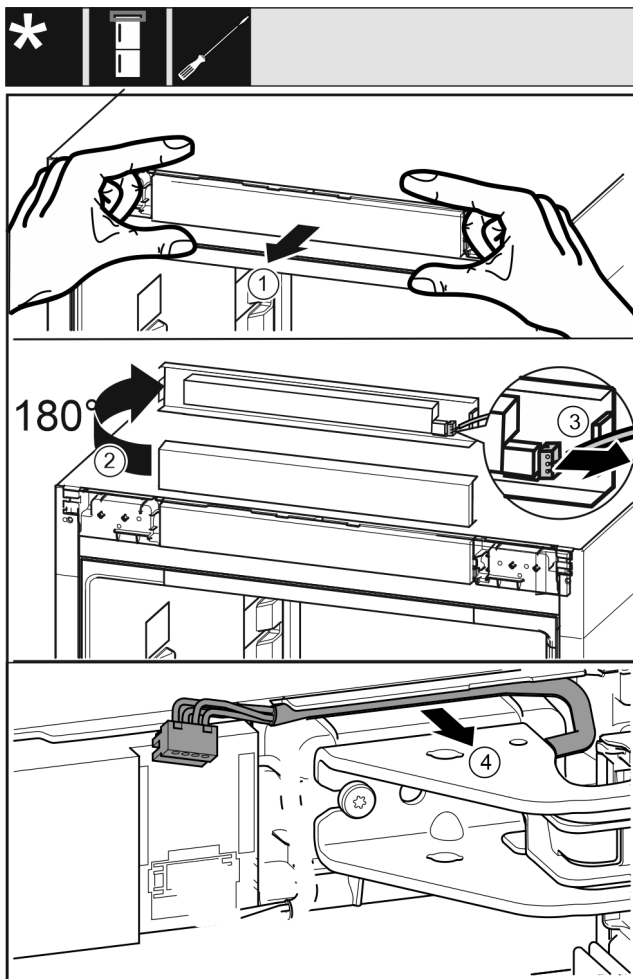

Fig. 19
- ▶ Осторожно отсоедините фальшпанель устройства движением вперед. Fig. 19 (1)
- ▶ Поверните фальшпанель вверх на 180°. Fig. 19 (2)
- ▶ Прижмите язычок защелки назад и осторожно выньте штекер. Fig. 19 (3)
- ▶ Осторожно высвободите кабель над опорным кронштейном из направляющей. Fig. 19 (4)